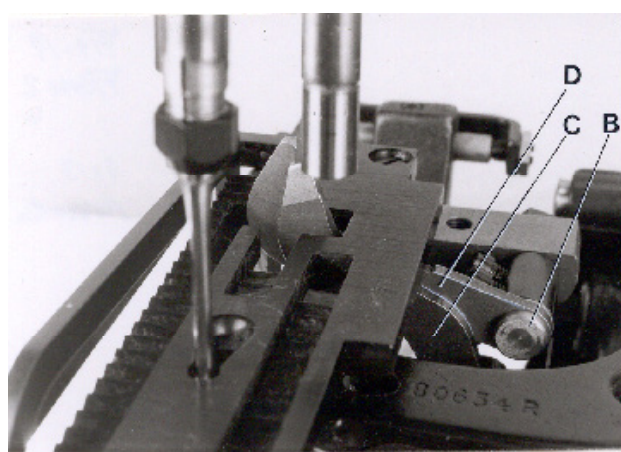

Fig. 19
The knives of the chain cutter can be resharpened as long as the cutting edges will overlap approx. 0.3 mm (.012") and the knife pilot (D, Fig. 19) clears on the bottom surface of the throat plate when in cutting position. The knife pilot (D) should not contact the bottom surface of the throat plate, because the stroke of the chain cutter must be limited on styles 80800RN and SN by the core of the solenoid (C, Fig. 16) striking against the solenoid (D, Fig. 16) and on styles 80800RLN, RLMN and SLN by the clamp (A, Fig. 17) striking against the hexagon head stop screw (B, Fig. 17). The knife pilot (C, Fig. 19) and head of stud (B, Fig. 19) should not contact, when in cutting position.
Die Kettenscheren-Messer können nur so oft nachgeschliffen werden, solange sich die Schneiden etwa 0,3 mm überlappen und der Messerschapel (D, Fig. 19), in Schneidstellung, an der Stichplattenunterkante freigeht. Der Messerschapel (D) darf die Unterseite der Stichplatte nicht berühren, da die Hubbegrenzung der Kettenschere bei den Maschinen 80800RN und SN durch den am äußeren Magnetteil (D, Fig. 16) anschlagenden Magnetkern (C, Fig. 16) und bei den Maschinen 80800RLN, RLMN und SLN durch das an der Sechskant-Anschlagschraube (B, Fig. 17) anschlagende Klemmstück (A, Fig. 17) erfolgen muß. In Schneidstellung dürfen sich der Messerschapel (C, Fig. 19) und der Kopf des Bolzens (B, Fig. 19) nicht berühren.